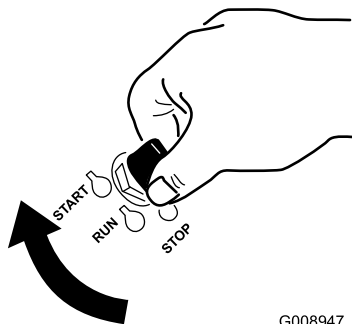

Figura 21
6. Gire la llave de contacto a la posición de Arranque (Figura 21).